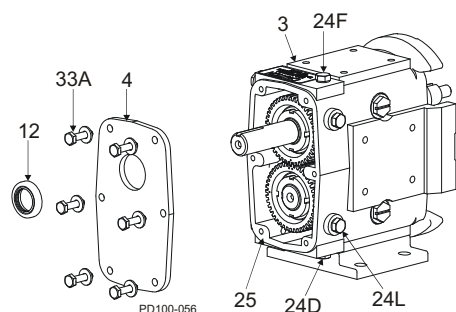

Abbildung 13 - Abnehmen des Getriebegehäusedeckels
- Entfernen Sie den der Ölablassstopfen ((Abbildung 13, Pos. 24D) und lassen Sie das Öl ab.